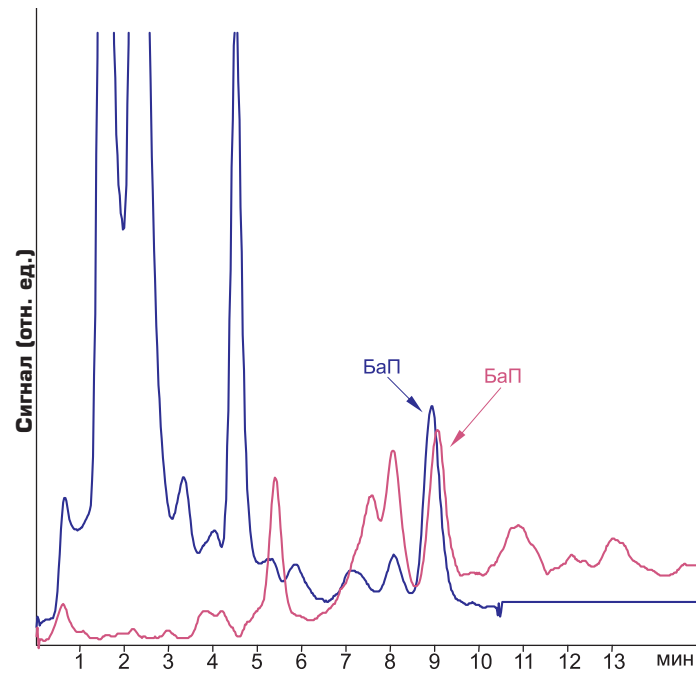

Рис. 2. Примеры хроматограмм реальных проб, полученные с использованием сверхкоротких колонок (почва и сосиски охотничьи)
- экспрессность при использовании сверхкоротких колонок, **рис. 2** (быстрый анализ без потери селективности разделения БаП от других ПАУ);